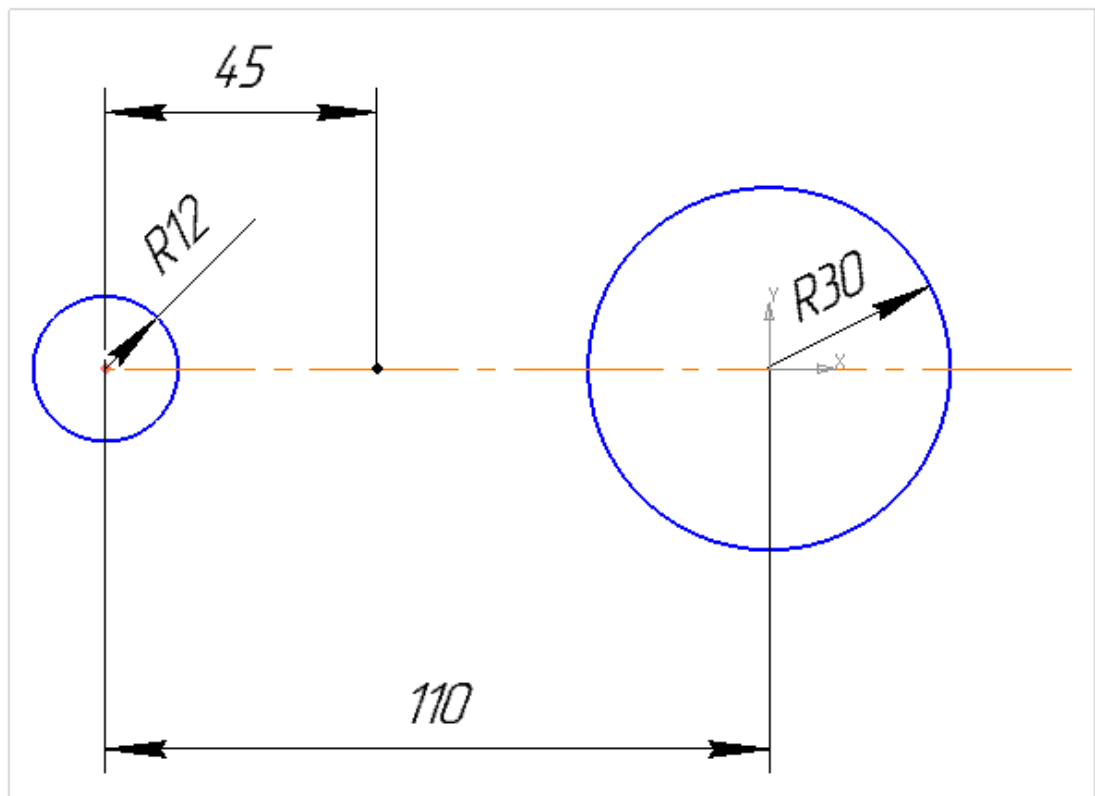

Рис. 4.4
3. Задаємо розміри для побудованих елементів (рис. 4.4).